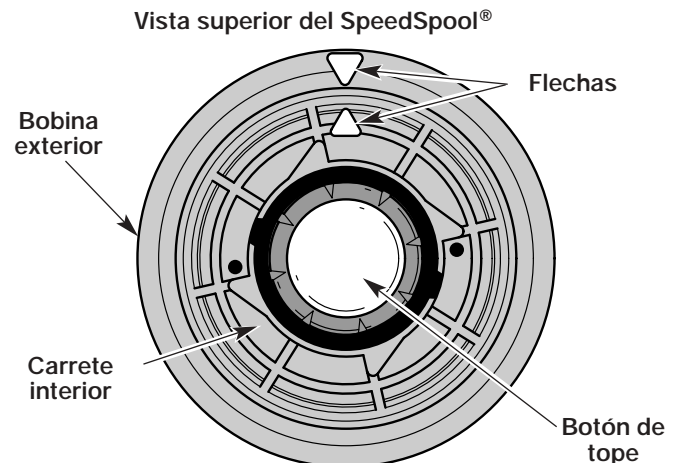

Fig. 20
2. Alinee la flecha del carrete interior con la flecha de la bobina exterior (Fig. 20).